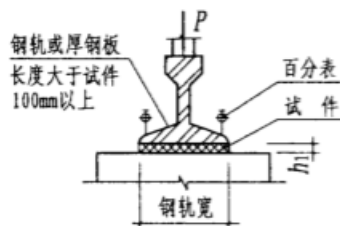

图3.7
3.7 当复合橡胶垫板的受压弹性模量不明时,可按以下方法进行测定:试件应从实际采用的复合橡胶垫板中取样,每批材质相同的垫板至少取样三块。垫板试件与钢轨和混凝土座的接触面之间不得放入任何润滑剂,但混凝土表面应平滑。测定装置见图3.7。每块试件在测定之前应预压一次,预压加荷值从零至吊车最大轮压设计值。测定时逐级加荷至1.5倍吊车最大轮压设计值后停止,然后卸荷至零。每块试件如此反复三次,每次逐级加荷时均用百分表测定垫板厚度变化值,绘出加荷值与弹性模量的关系曲线。受压弹性模量值按下式进行计算: